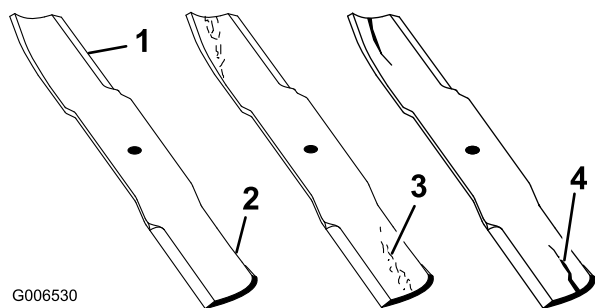

Figura 46
1. Inspeccione los filos de corte (Figura 46). Si los bordes no están afilados o tienen muescas, retire las cuchillas y afílelas. Consulte Afilado de las cuchillas.
- Inspeccione las cuchillas, especialmente la parte curva (Figura 46). Si observa daños, desgaste o la formación de una ranura en esta zona (elemento en la Figura 46), instale de inmediato una cuchilla nueva.